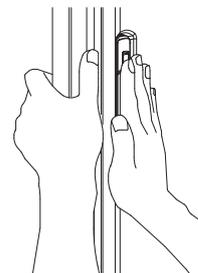

図3
3. 扉を押さえ、取手を手のひら全体で本体側に押ししてください。(図3)